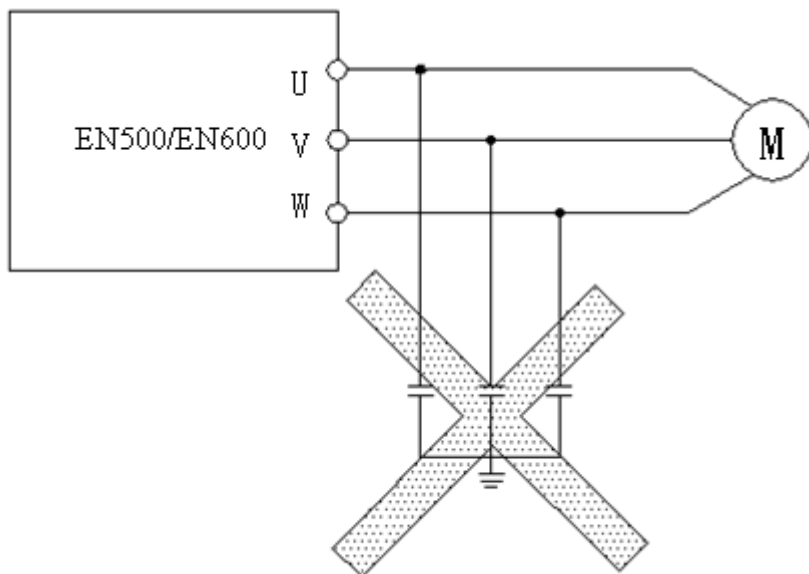

Рисунок 1-2 – Запрещено подключать конденсаторы к выходам преобразователя.
(12) Запрещается подключать к выходным разъёмам преобразователя конденсатор для повышения мощности – это может привести к повреждению устройства (рис.1-2).